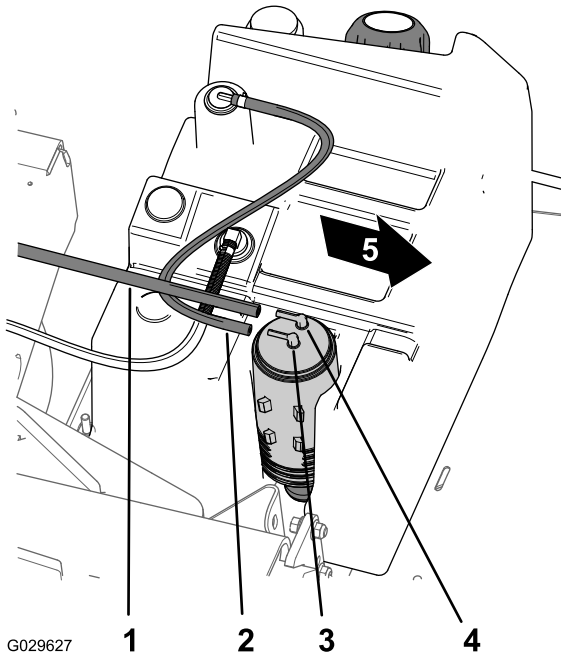

Figure 53
1. Débranchez le flexible de dépression du raccord marqué « Purge » sur la cartouche de charbon actif (Figure 53).
2. Débranchez le flexible du réservoir de carburant du raccord marqué « Fuel Tank » sur la cartouche de charbon actif (Figure 53).
8. Branchez le flexible de dépression au raccord marqué « Purge » de la cartouche de charbon et le flexible du réservoir de carburant au raccord marqué « Fuel Tank » (Figure 53).